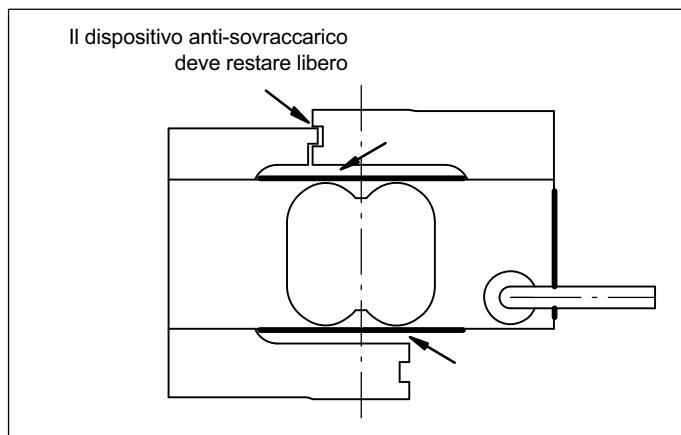

Fig. 5.1 Impedire l'accumulo di sporcizia e sedimenti nelle zone indicate
*I depositi di polvere o sporcizia sui trasduttori di forza possono provocare errori di misura. Le zone più soggette a tali accumuli sono indicate dalle frecce nella Fig. 5.1 .*